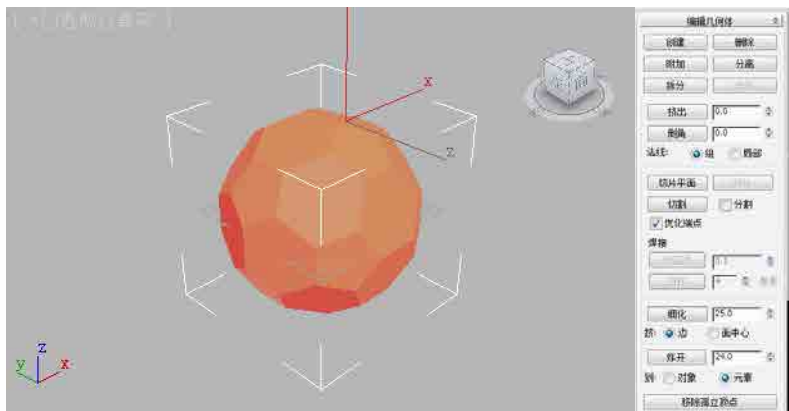

图3-69
- 06 进入  编辑几何体 卷展栏，选择  元素 选项，单击  炸开 按钮，异面体各个面被炸开，此时异面体成为相对独立的多面体，如图3-69所示。